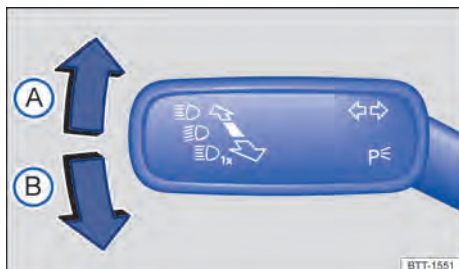

Fig. 111 À esquerda na coluna de direção: alavanca dos indicadores de direção e do farol alto.
- Traga a alavanca dos indicadores de direção e do farol alto da posição central para a seguinte posição → Fig. 111:
- (A) Luz de estacionamento ligada à direita.
- (B) Luz de estacionamento ligada à esquerda.